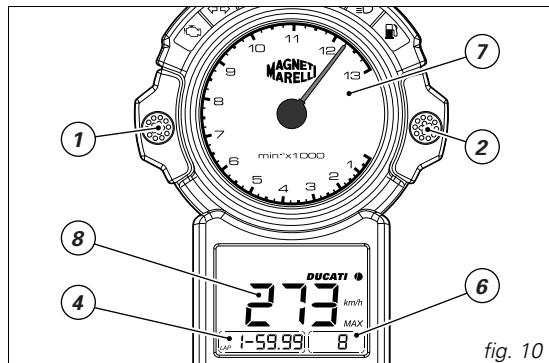
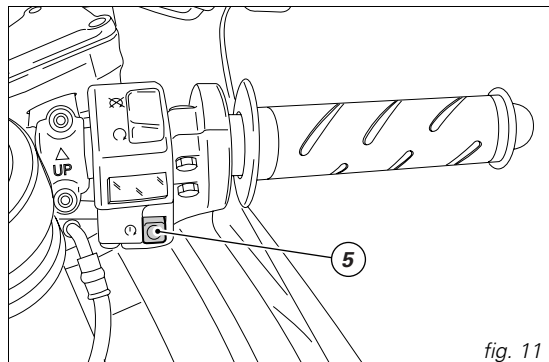

fig. 10
fig. 11
Cette fonction permet de chronométrer le temps sur le tour de circuit, en visualisant également la vitesse et le nombre de tours le plus élevé par rapport au tour chronométré. Sélectionnez la visualisation LAP sur l'écran (4, fig. 10). En roulant, appuyez sur le bouton (5, fig. 11) de démarrage moteur pour faire partir le chronomètre de bord. À la pression suivante du bouton (5), le chronomètre s'arrêtera et le chronomètre de bord démarrera pour le contrôle du 2^{ème} temps.
Après les chronos des tours, vous pouvez afficher 19 temps chronométrés mémorisés dans l'écran à cristaux liquides. Après avoir éteint la moto, appuyez sur le bouton (2, fig. 10) et tournez la clé de la position OFF à ON pour accéder à la Fonction.
- indicateur du régime moteur maximum (7, fig. 10) dans le chrono sélectionné ;
- chrono mémorisé sur le tour de circuit (4, fig. 10) ;
- donnée mémorisée de la vitesse maximale (8, fig. 10) sur le chrono sélectionné.
Pour remettre à zéro les chronos, appuyez sur le bouton (2, fig. 10) pendant plus de 5 secondes.
1) si le code est reconnu, le témoin CODE (12, fig. 5) sur le tableau de bord, émettra un bref clignotement ; le système antivol a reconnu le code de la clé et désactive le blocage du moteur. En appuyant sur le bouton START (5, fig. 11), le moteur démarre ;